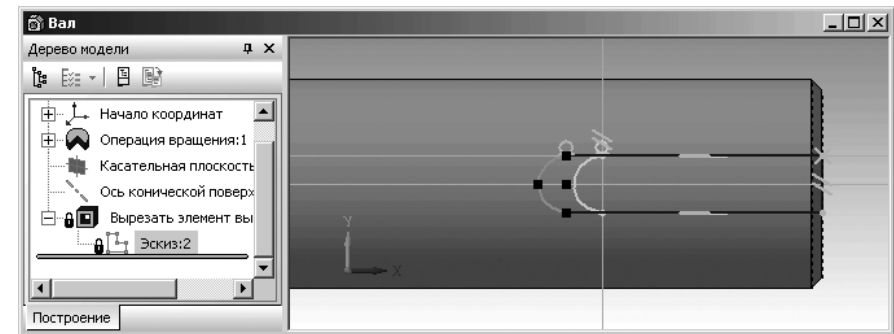

Рис. 2.141. Результат перемещения характерных точек полукруглости и самой полукруглости
- переместите указатель мыши на характерную точку – центр полукруглости, нажмите левую кнопку мыши. Не отпуская ее, переместите указатель мыши вместе с полукруглостью и ее характерными точками немного влево, а затем ее отпустите. Это состояние системы показано на рис. 2.141.